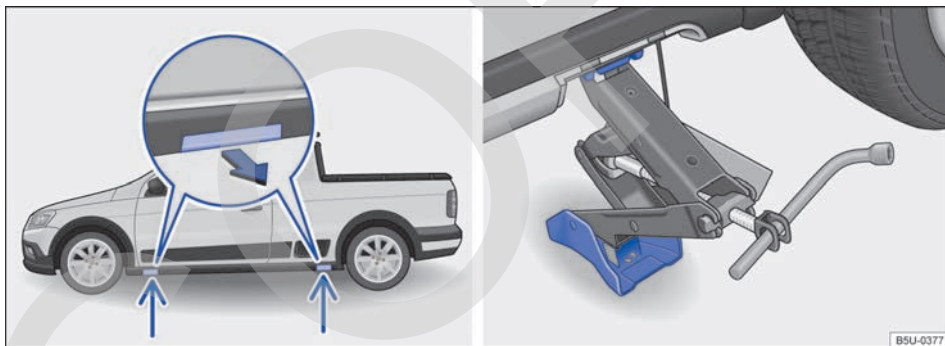

Fig. 187 Puntos de apoyo del gato y gato colocado en el lado izquierdo trasero del vehículo - vehículos con estribos exteriores.
El gato únicamente puede ser colocado en los puntos de apoyo indicados (cubierta extraíble) → fig. 187. Es válido el punto de apoyo ubicado próximo a la rueda correspondiente → ⚠.
7. Desencajar la cubierta de acceso al punto de apoyo del gato, en el sentido de la flecha → fig. 187.
9. Garantizar que la base del gato, con toda su superficie, esté sobre el piso y que la base se encuentre perpendicularmente por debajo del punto de colocación → fig. 187.
10. Alinear el gato y, simultáneamente, levantar la garra del gato hasta que se encaje en el travesaño debajo del vehículo → fig. 187.
- Posicionar el gato únicamente en los puntos indicados. La garra del gato debe encajarse en el perfil del larguero de forma segura → fig. 187.